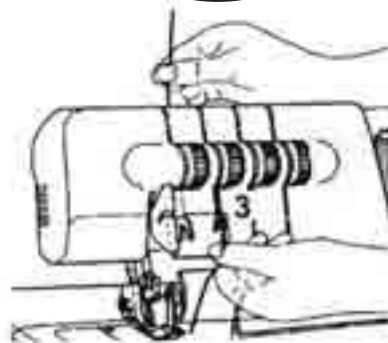

Bild 26
3. Håll fast tråden med fingrarna, för in den mellan trådspänningsväljarens 15 skivor och dra den sedan nedåt (3) (bild 26).